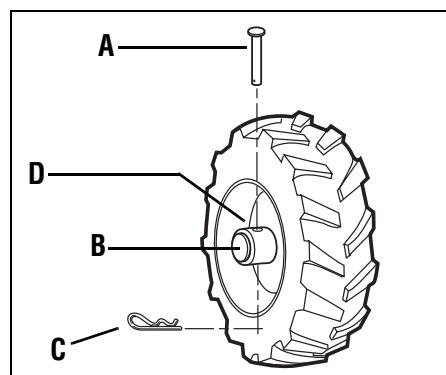

Figura 3-2: Posición TRANSMISIÓN EN LAS RUEDAS.
4. PARA el modo de TRANSMISIÓN EN LAS RUEDAS (Figure 3-2): Deslice la rueda hacia afuera y alinee los orificios en el cubo de la rueda (D, Figura 3-2) y en el eje de la rueda (B). Inserte el pasador de horquilla (A) a través del cubo de la rueda (D) y del eje de la rueda (B) y ajuste con el pasador de chaveta (C). Repita con la otra rueda y luego retire el soporte que está debajo de la transmisión.